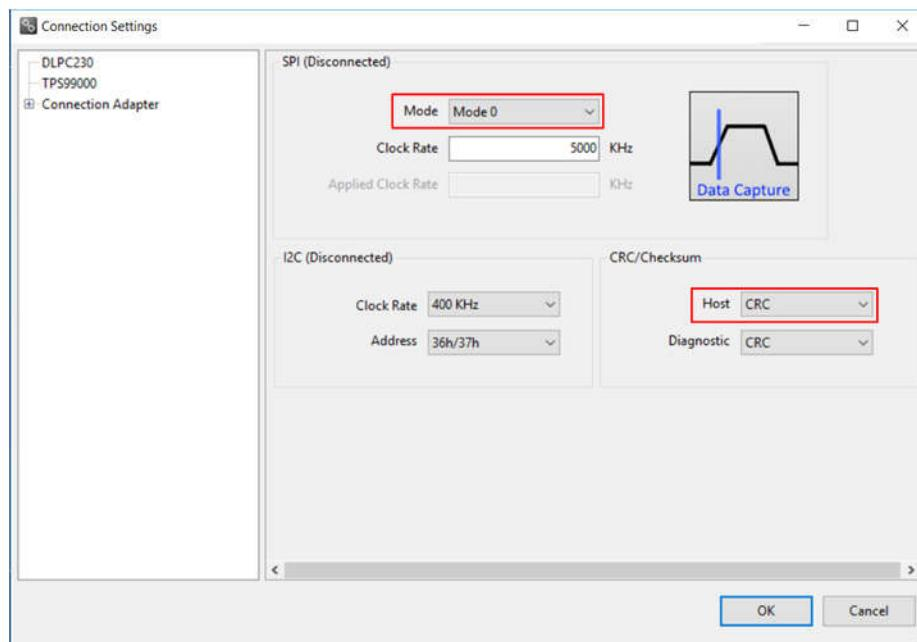

图 3-4. DLPC230-Q1 Automotive Control Program 通信设置
4. 选择 *Connection Settings* 以确认图 3-4 中显示的 SPI 配置与表 2-3 中所述的控制器 PCB 开关设置相匹配。具体而言，SPI 模式和“CRC/Checksum”可能因开关设置而异。配置完成后，按 **OK**。